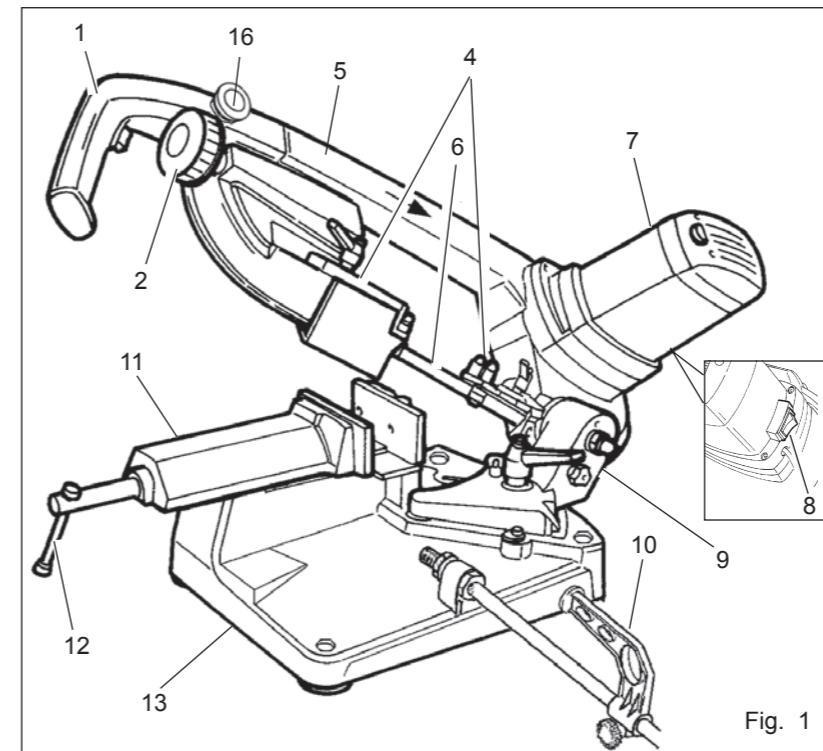
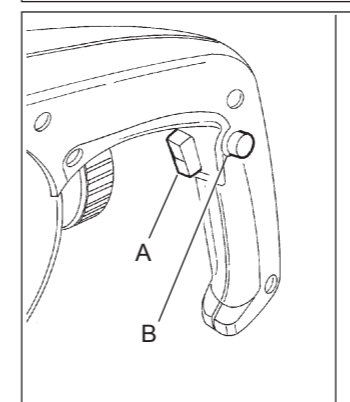
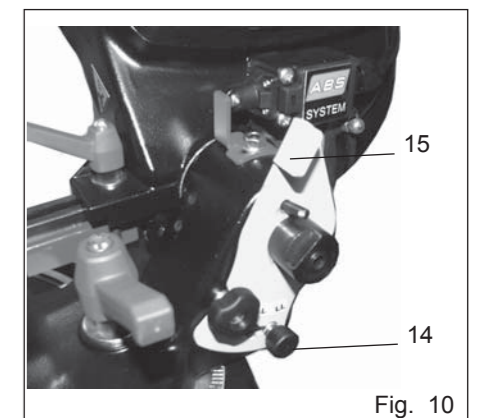

Fig. 1
Fig. 7
Fig. 10
En cas de nécessité, on peut arrêter la machine en appuyant sur le bouton d'urgence (16 - Fig.1).*
b. Pulse el botón (14) para desbloquear el selector (15).
4.2.3 USO COMO SIERRA DE CORTE AUTÓNOMO ABS NG120 (Fig. 1, 7)
- a. Bloquee la pieza que se ha de cortar en la mordaza, con la palanca (12).
d. Accione el pulsador (A) con la mano derecha para empezar a trabajar y el pulsador de bloqueo lateral (B - Fig. 7).
En caso de necesidad, presione el pulsador de emergencia (16 - Fig.1) para detener la máquina.*
4.2.2 REGULAÇÃO DA VELOCIDADE DE AVANÇO PARA A VERSÃO COM CORTE AUTÔNOMO ABS NG120 (Fig. 10, 13)
b. Carregue no trinco (14) para desbloquear o seletor (15).
4.2.3 USO COMO SERRA DE CORTE AUTÔNOMO ABS NG120 (Fig. 1, 7)
a. Aperte a peça a cortar na morsa mediante a alavanca (12).
d. Com a mão direita, acione o botão (A) para iniciar o processo e o botão de bloqueio lateral (B - Fig. 7).
Em caso de necessidade, é possível interromper o funcionamento da máquina carregando no botão de emergência (16 - Fig. 1).